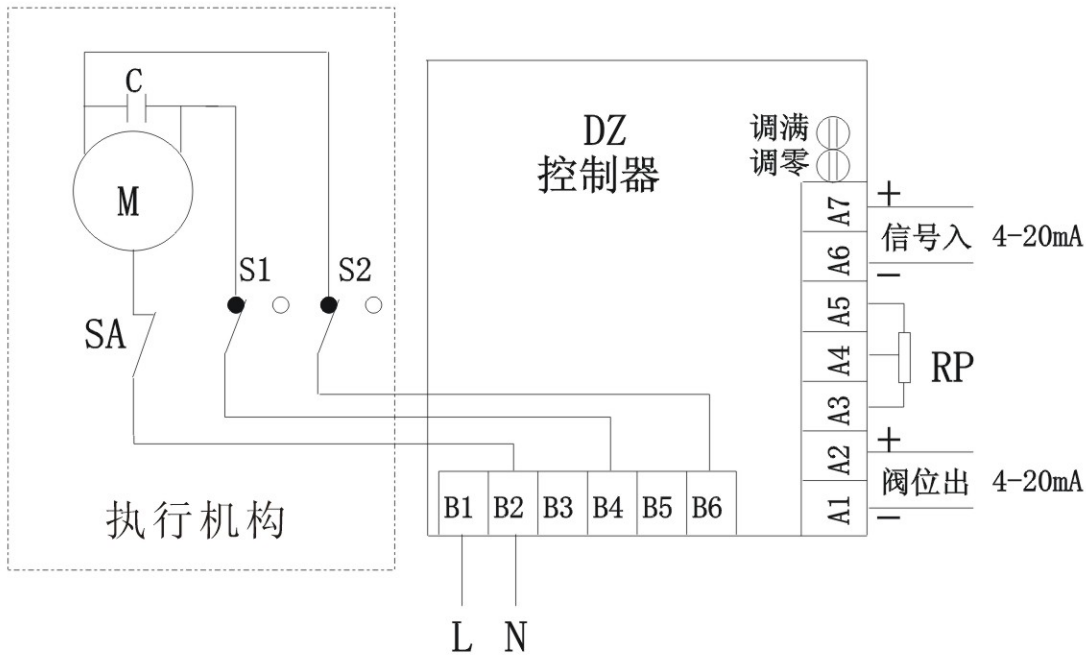

图1
(1) 用两个M3×15的螺丝将控制器固定在执行机构的接线盒中
(2) DZ严格区分为信号端子A，电源端子B，用户从调节器或计算机联接的信号线，必须从信号线的锁线孔引入。分别接在A7、A6和A2、A1，从分电盘引入的一对电源线，相线接B1，中线接B2。如图1所示。
(3) DZ与执行机构内部联接。有六根线，它们分别是三根电位器线和三根电缆线。线的连接方
法如图所示如图1所示。